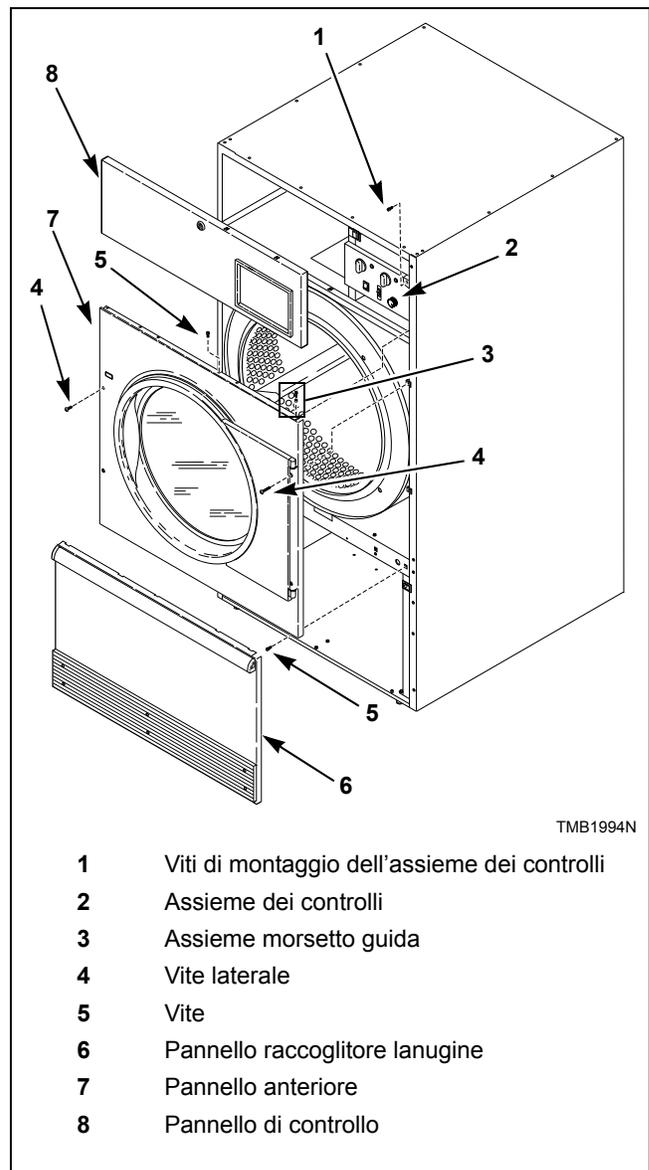
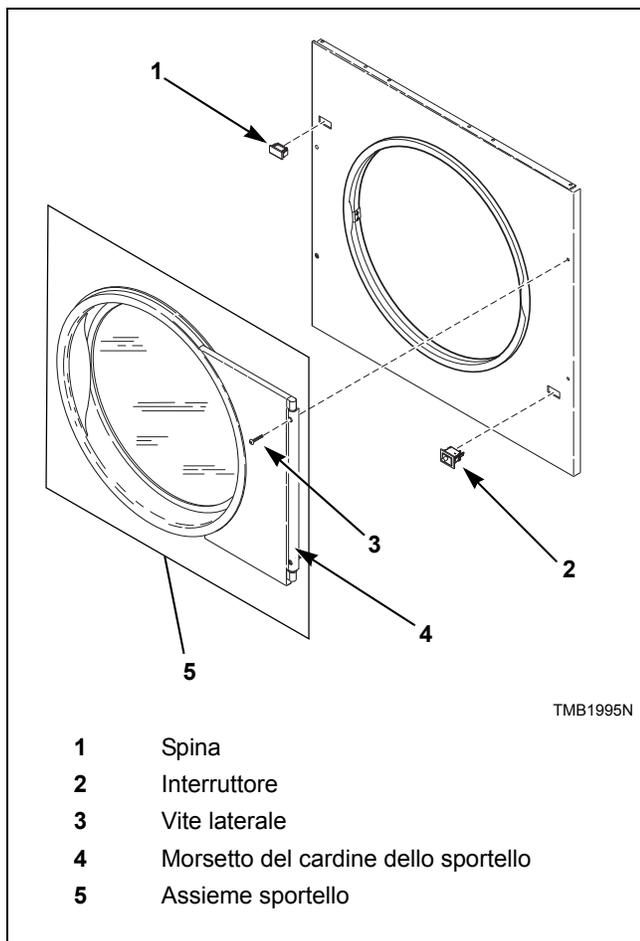

Figura 10
Figura 11
2. Sbloccare e rimuovere il pannello dei controlli. Rimuovere le due viti di montaggio dell'assieme dei controlli sul lato destro. Aprire il pannello dei controlli per accedere all'assieme del morsetto guida destro della flangia superiore. Consultare la *Figura 10*.
4. Rimuovere le quattro viti del pannello anteriore. Consultare la *Figura 10*. Mantenere in posizione le camme del cardine dello sportello sul morsetto dello stesso cardine. Tirare via l'assieme del morsetto e dello sportello come se fosse un pezzo unico. Consultare la *Figura 11*.
5. Rimuovere le rimanenti viti del pannello anteriore. Consultare la *Figura 10*. Staccare il cablaggio dall'interruttore dello sportello. Tirare via il pannello anteriore. Consultare la *Figura 11*.
6. Scambiare la posizione dell'interruttore e della spina. Premere le linguette con delle pinze regolabili per rimuovere la spina e l'interruttore dal pannello anteriore. Installare nuovamente l'interruttore, orientando il pulsante verso il centro della macchina. Installare nuovamente la spina nella posizione dove prima si trovava l'interruttore. Consultare la *Figura 11*.